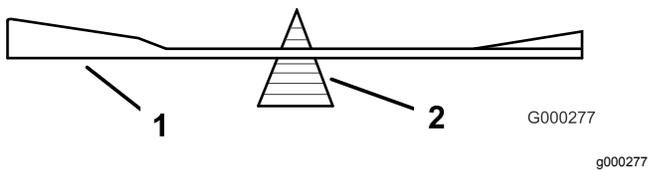

図 70
2. ブレードバランサーを使ってバランスを調べる 図 70。